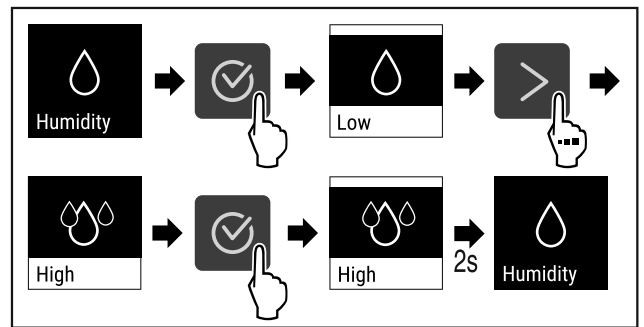

Fig. 74
- ▶ Hajtsa végre a művelet lépéseit (lásd Fig. 74).